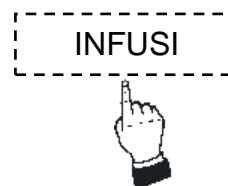

Figure 1
**MACCHINE CON DOSAGGIO AUTOMATICO DI ACQUA CALDA (Fig. 1)**